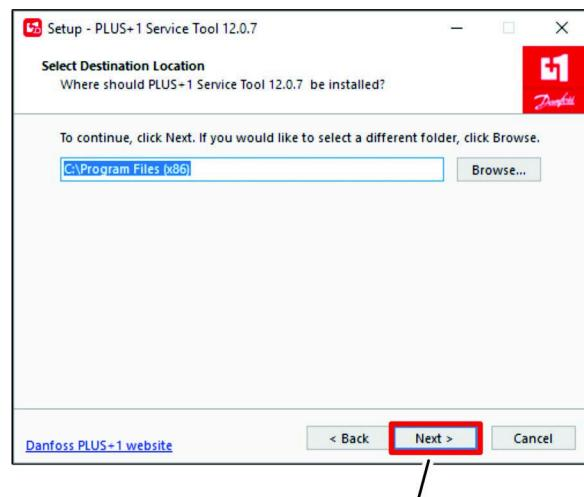

Figura 23
5. Na caixa de diálogo Select Destination Location (selecionar localização de destino, clique em NEXT (seguinte) (Figura 23)).